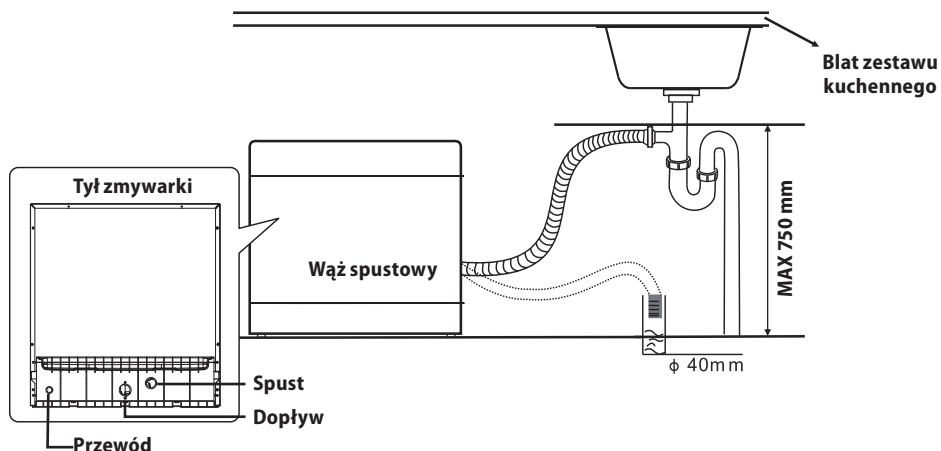

Rys. 19
- Węża dopływowego podłącz do kurka wodociągowego z gwintem 3/4" (Rys. 19). Uważaj, aby wąż dopływowy nie był zgięty, ściśnięty lub spleciony.